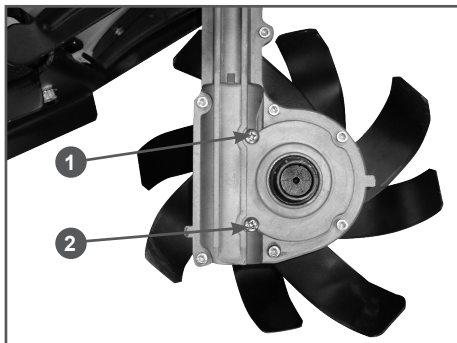

Рис. 22 Замена масла в корпусе редуктора
- Очистите корпус редуктора вокруг пробок контрольного 1 и сливного 2 отверстий (Рис. 22).
- Открутите пробки контрольного 1 и сливного 2 отверстий и слейте масло из корпуса редуктора в специально подготовленную для этого емкость (Рис. 22).
6. Закрутите пробку 2 сливного отверстия (Рис. 22).
8. С помощью специального шприца или масленки через контрольное отверстие 1 заливаете в корпус редуктора масло до тех пор, пока оно не начнет вытекать из контрольного отверстия 1 (Рис. 22).
9. Закрутите на место пробку 1 контрольного отверстия (Рис. 22).